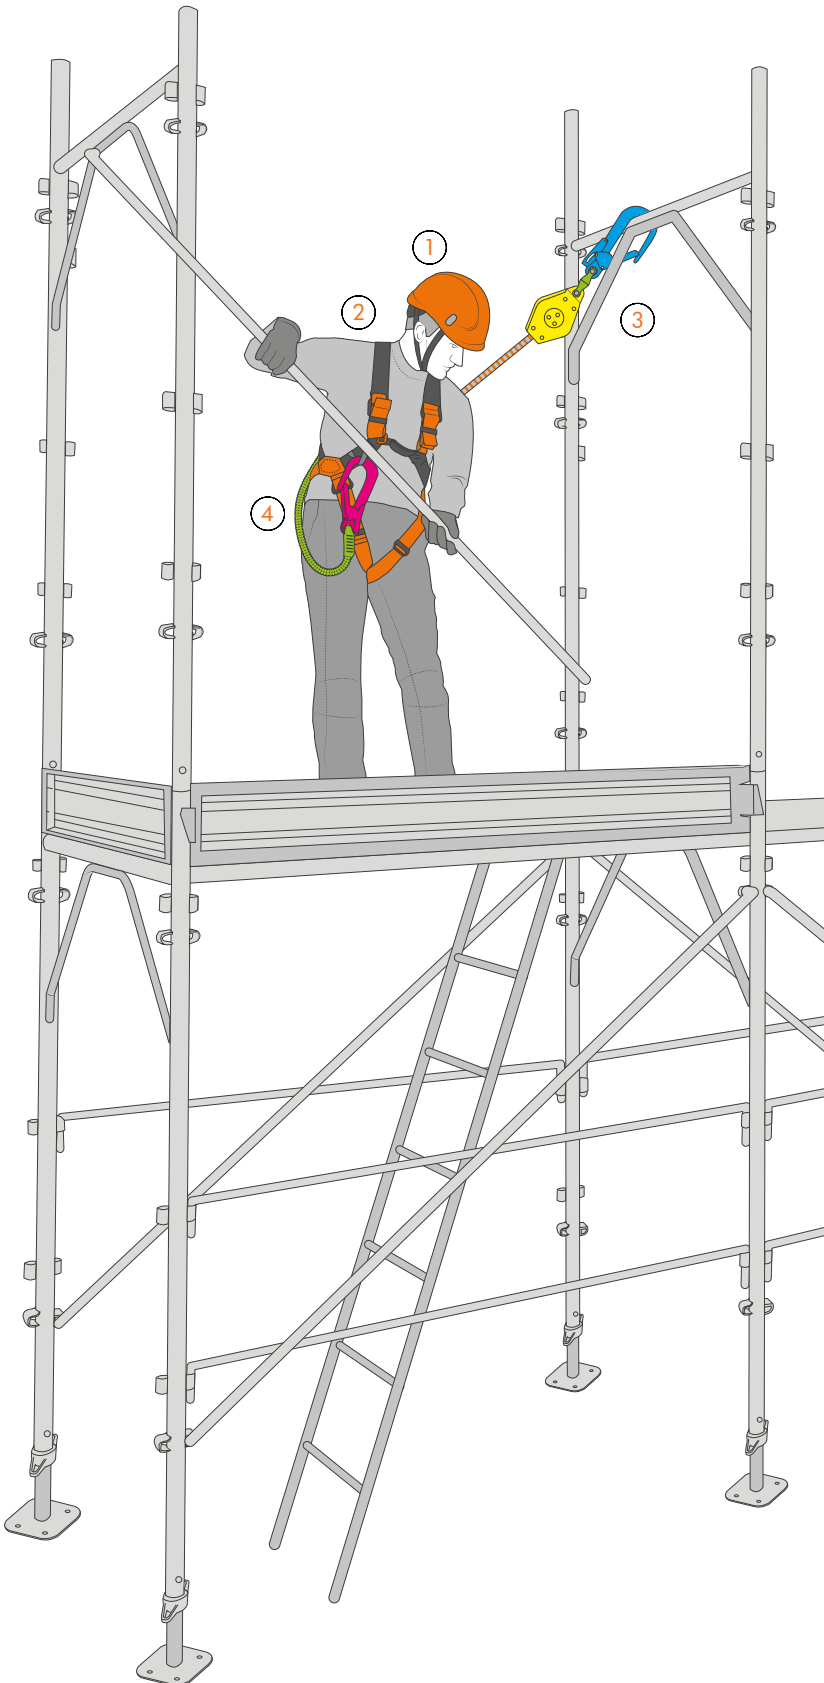
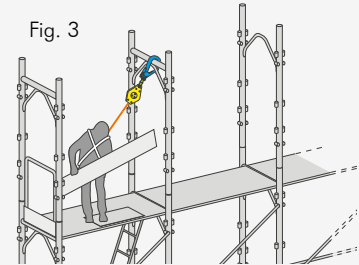

Fig. 1
Fig. 4
After having built the floor, the scaffold has to be attached to the structure with at least two anchor points. After having connected an EN 355 energy absorbing lanyard (4) to the back ring of his EN 361 full body harness (2), the operator climbs up the ladder near to the hatch until he can reach the lower end of the retractable type fall arrester previously installed and connects it to the back ring of his harness. At this point the operator, protected by the retractable type fall arrester, can climb in safety to the first floor (Fig. 2) and complete the building of the two adjacent spans with guardrails, cross braces and toe boards (Fig. 3-7). To continue with the building it is necessary to move the EN 360 retractable type fall arrester onto the next standard/upright. To protect himself while the retractable type fall arrester is disconnected, the operator uses the EN 355 energy absorbing lanyard (Fig. 4).
El usuario debe instalar el andamio con arreglo al esquema de montaje, prestando una especial atención a la correcta disposición de sus elementos, a la distancia en relación con la estructura y a la posición horizontal de los componentes cruzados. Después de decidir la posición de la escotilla para acceder al primer nivel, el usuario debe ensamblar, los dos primeros montantes en cuya parte superior habrá fijado previamente un sistema anticaídas retráctil EN 360 (3) con un cable extendido en la parte superior del montante más elevado y fijándolo al montante inferior con el terminal (Fig. 1). Después de montar el suelo, el andamio debe fijarse a la estructura con un mínimo de dos puntos de anclaje. Después de conectar un elemento de amarre con absorbedor de energía EN 355 (4) a la anilla dorsal de su arnés de anticaídas EN 361 (2), el usuario debe trepar por la escalera situada junto a la escotilla hasta llegar al extremo inferior del sistema anticaídas retráctil instalado anteriormente, y engancharlo a la anilla dorsal de su arnés. En este punto, el usuario, protegido por el sistema anticaídas retráctil, puede trepar con seguridad hasta el primer nivel (Fig. 2) y completar el montaje de los dos tramos contiguos con vallas de seguridad, puntales cruzados y zócalos (Fig. 3-7). Para continuar con la instalación, es necesario enganchar el sistema anticaídas retráctil EN 360 al siguiente montante. Para protegerse mientras el sistema anticaídas retráctil está desenganchado, el usuario debe utilizar el elemento de amarre con absorbedor de energía EN 355 (Fig. 4).